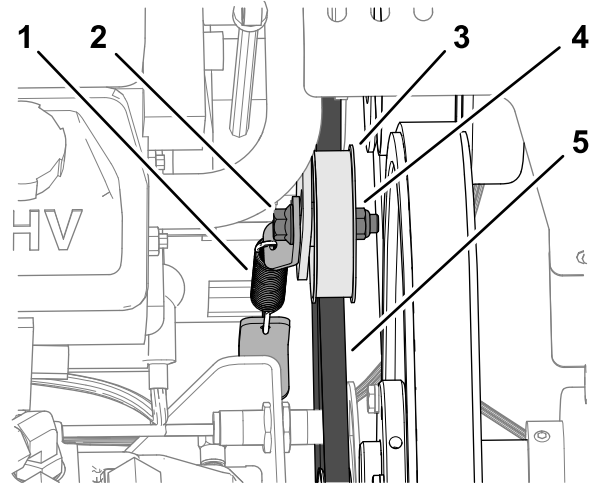

图 165
3. 旋松固定液压泵皮带惰轮皮带轮的凸缘头平头螺丝和凸缘锁紧螺母直至螺栓移入惰轮支架的插槽图 165。